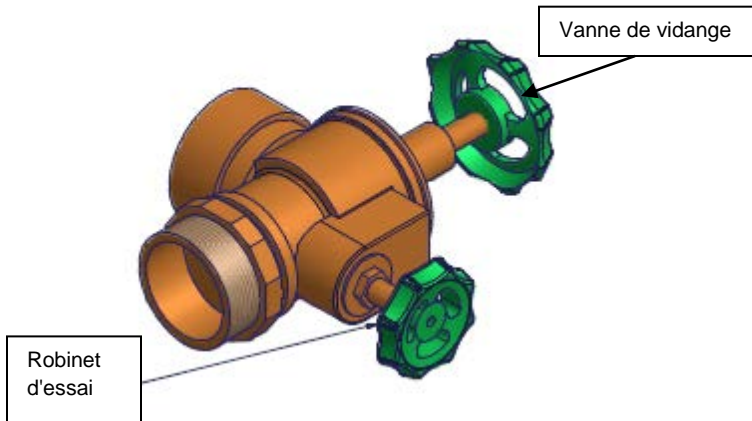

Figure 1
Pour vérifier que la conduite d'alimentation fonctionne sans entrave, fermer la vanne à boisseau sphérique et ouvrir lentement la vanne de vidange (fig. 1). Une fois le test terminé, fermer la vanne de vidange et ouvrir la vanne à boisseau sphérique. La vanne à boisseau sphérique doit être surveillée et sécurisée conformément aux consignes de sécurité.
- a. Ouvrir la vanne de vidange (figure 1) pour évacuer toutes les particules du siège de la vanne. Fermer la vanne de vidange et vérifier que le débit d'eau a cessé.
- c. Après avoir effectué ces réparations, fermer la vanne de vidange (fig. 1) et